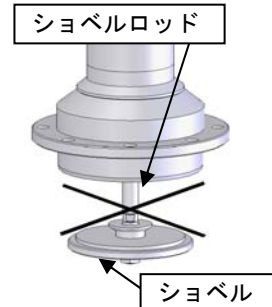

Fig.3 シヨベル部分
- ⊘ - 材料吸込口にあるシヨベル部に手を触れないでください。(Fig.3) 往復運動するシヨベルとシヨベルハウジングの間に指などを挟み込みケガをする恐れがあります。
- ❗ - ポンプ取付けの際、ポンプ下側のシヨベルが引っ込んでいる状態で取付けてください。シヨベル部分が飛び出した状態で取付けると、シヨベルロッドを曲げてしまい、ポンプの吸込み不良になります。(Fig.3)